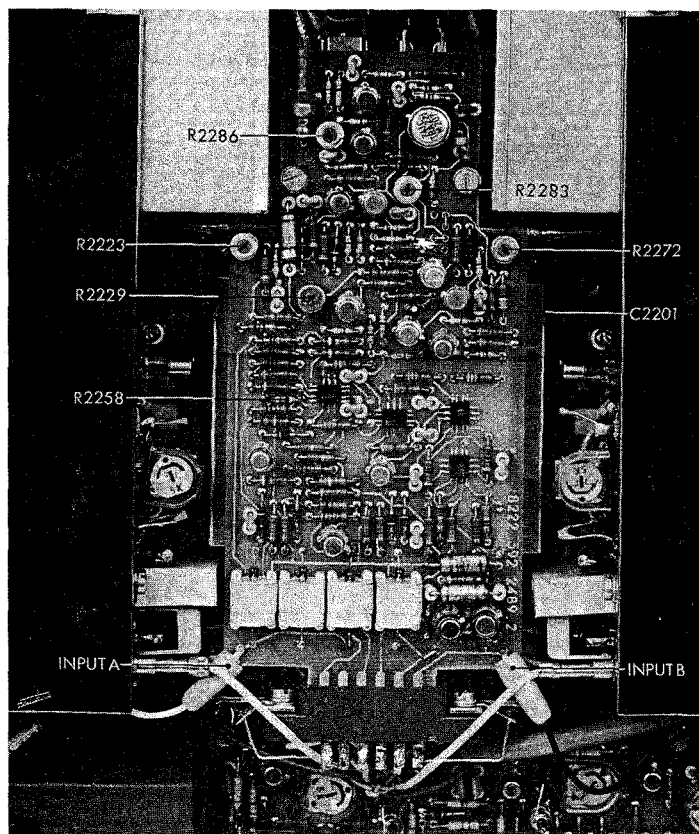

Abb. 3.2.3. Einstellorgane der Multiplikatorplatte
- Mit einem Digital-Multimeter prüfen, ob die Spannung an Eingang A der Multiplikatorleiterplatte (siehe Abb. 3.2.3.) nicht mehr als  $\pm 0,5$  mV von der am Emitter von TS113 gemessenen Spannung abweicht. Falls erforderlich, R2258 auf der Multiplikatorleiterplatte neu einstellen (siehe Abb. 3.2.3.).
- Mit einem Digital-Multimeter prüfen, ob die Spannung an Eingang B der Multiplikatorleiterplatte (siehe Abb. 3.2.3.) nicht mehr als  $\pm 0,5$  mV von der am Emitter von TS313 gemessenen Spannung abweicht. Falls erforderlich, R452 auf der Zwischenverstärker-Leiterplatte neu einstellen (siehe Abb. XIV-7 in der Anleitung des PM 3250).
- Falls erforderlich, Potentiometer R2229 neu einstellen (siehe Abb. 3.2.3.).
- Falls erforderlich, Potentiometer R2283 neu einstellen (siehe Abb. 3.2.3.).
Falls erforderlich, R2223 neu einstellen (siehe Abb. 3.2.3.).
- Falls erforderlich, Potentiometer R2272 neu einstellen (siehe Abb. 3.2.3.).
Falls erforderlich, Potentiometer R2286 neu einstellen (siehe Abb. 3.2.3.).
Falls erforderlich, Kondensator C2201 einstellen (siehe Abb. 3.2.3.).